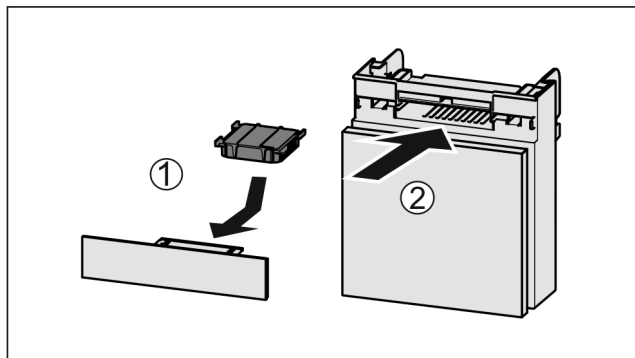

Fig. 97
- ▶ Поставете Fig. 97 (1) филтъра с активен въглен, както е показано на фигурата.
- ▶ Вкарайте Fig. 97 (2) отделениято.